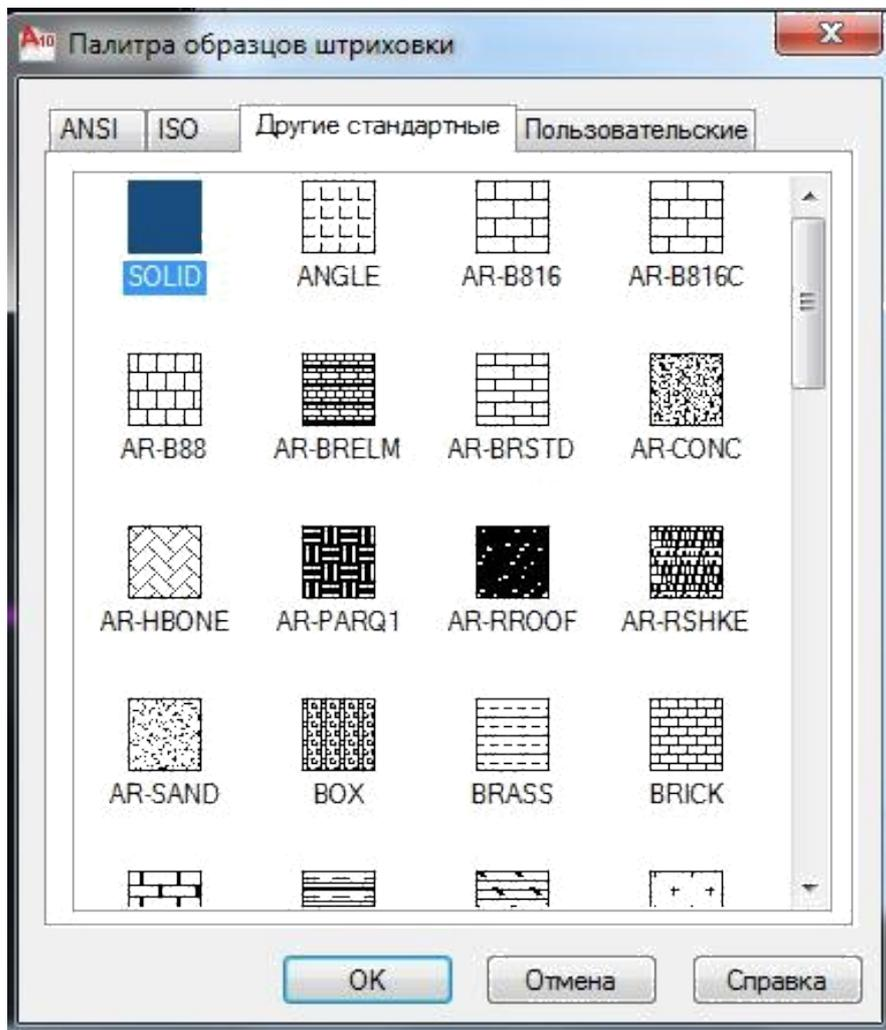

Рисунок 5.3. Диалоговое окно Палитра образцов штриховки.
- щелкните на кнопке с многоточием, расположенной возле поля Pattern (Образец). На экране появится диалоговое окно Hatch Pattern Palette (Палитра образцов штриховки) (Рисунок 5.3).